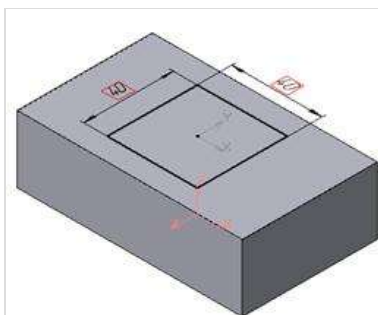

Рис.22 Эскиз призмы
2. Для построения верхнего элемента детали - прямоугольной четырехгранной призмы на верхней плоскости основания вычертим эскиз - квадрат со сторонами 40 мм (рис.22) и приклеим призму выдавливанием на 50мм (рис.23).